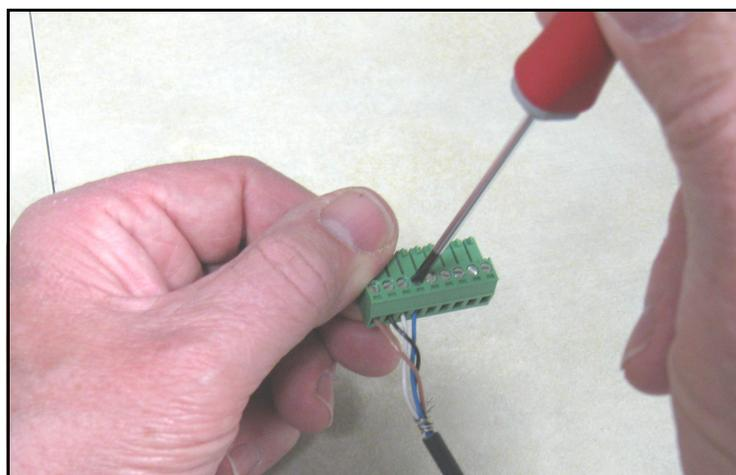
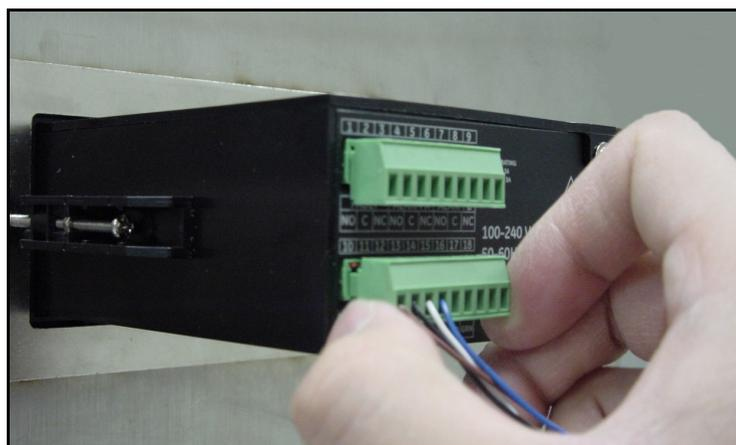

Figura 35: Conexión del cable al conector
Figura 36: Reinserción del conector en el bloque de terminales
2. Utilizando los cables aéreos del extremo del cable especial de la sonda, conecte la sonda al bloque de terminales inferior (pines 10, 11, 12 y 13) de la parte trasera del higrómetro (vea la Tabla 1, la Figura 35 y la Figura 36 en la página 21).